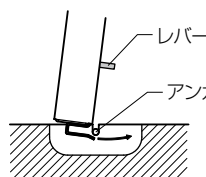

図3
④レバーを上を引き上げながら下部金具をアンカーに引っかけて金具が奥まで入ったことを確認してからレバーを離します。(図3)